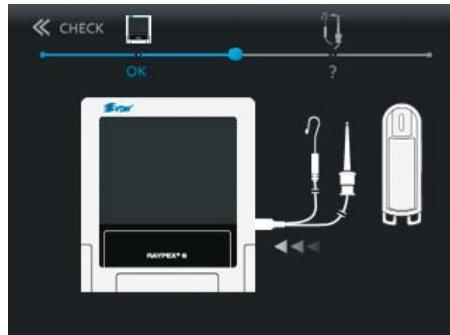

Fig. 32 Koppla in mätkabeln
- Koppla in mätkabeln i apparaten (fig. 32).